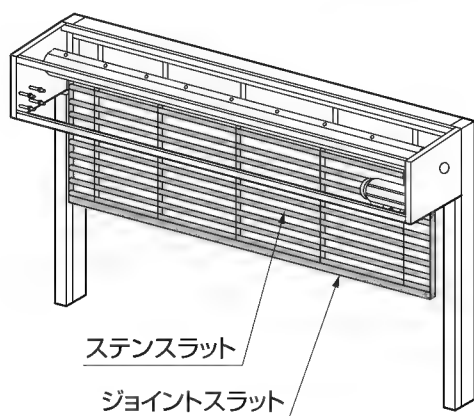

図7-3
⑥ステンスラットを保持しているロープを切り、スラットを垂らしてください。(図7-3参照)